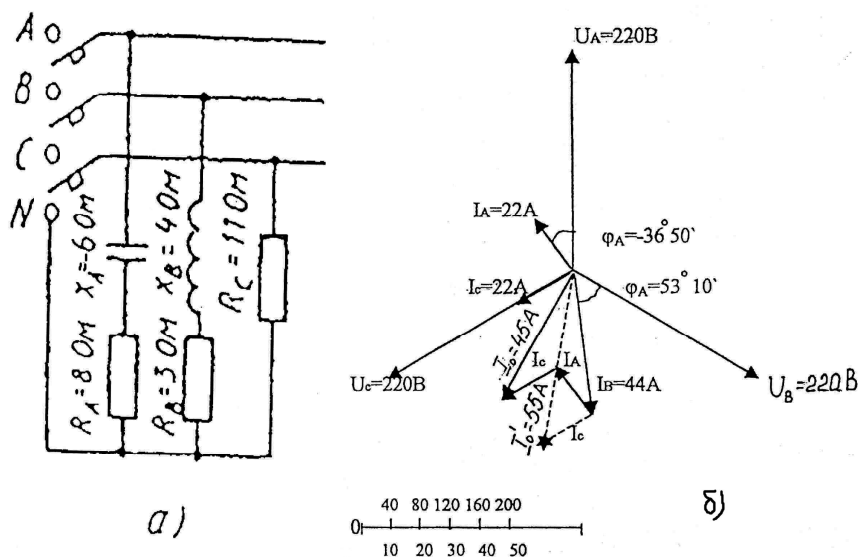

Рисунок 2
**Пример 1.** В четырехпроводную сеть включена несимметричная нагрузка, соединения в звезду (рис. 2 а). Линейное напряжение сети  $U_{ном} = 380$  В. Определить токи в фазах и начертить векторную диаграмму цепи в нормальном режиме и при отключении автомата в линейном проводе А. Из векторных диаграмм графически найти ток в нулевом проводе в обоих случаях.
4. Для построения векторной диаграммы выбираем масштабы по току (1 см = 10 А) и напряжению (1 см = 40 В). Построение диаграммы начинаем с векторов фазных напряжений  $U_A, U_B, U_C$  (рис. 2 б), располагая их под углом  $120^\circ$  друг относительно друга. Чередование фаз обычное: за фазой А - фаза В, за фазой В - фаза С. В фазе А угол сдвига  $\varphi_A$  отрицательный, т.е. ток  $I_A$  опережает фазное напряжение  $U_A$  на угол  $\varphi_A = -36^\circ 50'$ . Длина вектора тока  $I_A$  в прямом масштабе составит  $22/10 = 2,2$  см, а длина вектора фазного напряжения  $U_A - 220/40 = 5,5$  см. В фазе В угол сдвига  $\varphi_B > 0$ , т.е. ток отстает от фазного напряжения  $U_B$  на угол  $\varphi_B = 53^\circ 10'$ ; длина вектора тока  $I_B$  равна  $44/10 = 4,4$  см.. В фазе С ток и напряжение  $U_C$  совпадают по фазе, так как  $\varphi_C = 0$ . Длина вектора тока  $I_C$  составляет  $22/10 = 2,2$  см. Ток в нулевом проводе  $I_0$  равен геометрической сумме трех фазных токов. Измеряя длину вектора тока  $I_0$ , получаем в нормальном режиме 4,5 см, поэтому  $I_0 = 45$  А. Векторы линейных напряжений на диаграмме не показаны, чтобы не усложнять чертеж.
5. При отключении линейного автомата в фазе А на векторной диаграмме остаются фазные напряжения  $U_B$  и  $U_C$ , и продолжают протекать в этих фазах токи  $I_B$  и  $I_C$ . Ток  $I_A = 0$ . Поэтому ток в нулевом проводе  $I_0$  равен геометрической сумме токов - фаз В и С (рис. 2 б). Измеряя длину вектора тока  $I_0$ , получаем 5,5 см, или 55 А.